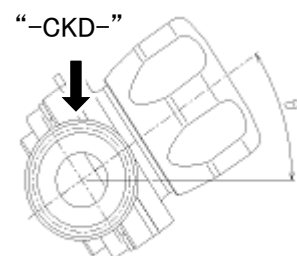

図 1. バルブ傾斜角度
- 水平配管の場合は、バルブを傾斜させて配管することにより、バルブ内の液溜まりを最小限にすることができます。(表1、図1参照) ボディ配管部に刻印してある“-CKD-”マークが真上にくるように配管してください。